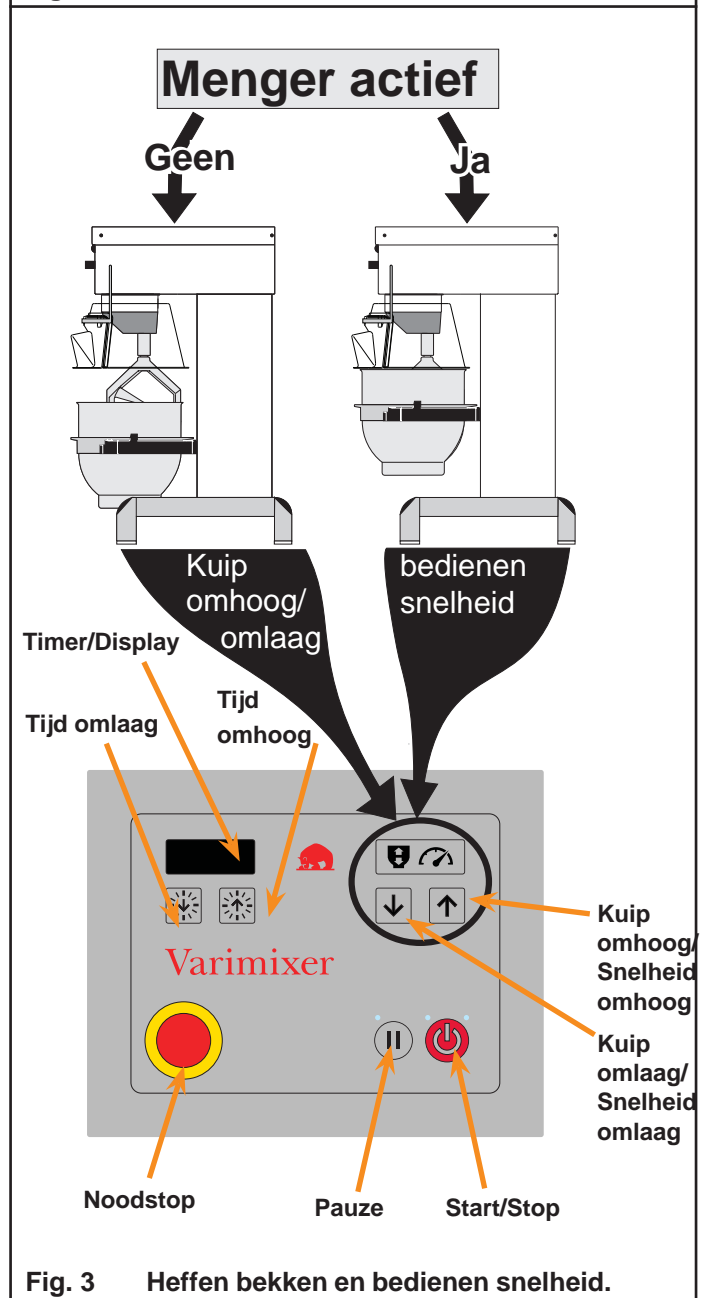

Fig. 3 Heffen bekken en bedienen snelheid.
- C** Druk op de  om de kuip te heffen (**fig. 3**). De kuip stopt automatisch in de bovenste positie.
- E** Druk op  om de menger te starten (**fig. 3**).
Het bedieningspaneel van de menger heeft twee toetsen:  en , die beiden twee functies hebben (**fig. 3**):
- De noodstop (**fig. 3**) vrijgeven door deze tegen de klok in te draaien of het veiligheidsrek sluiten.